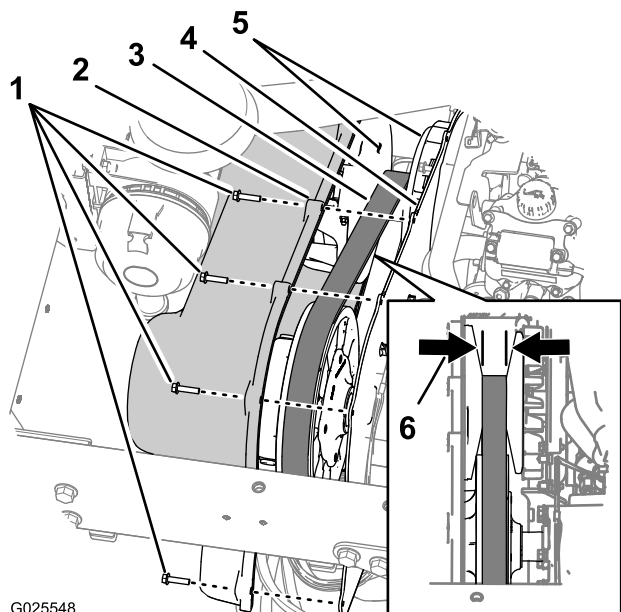

Figure 73
1. Retirez les 9 boulons à embase hexagonale (1/4 x 1 po) qui fixent le couvercle de la transmission à la plaque de montage (Figure 73).
2. Avancez le couvercle jusqu'à ce que la courroie d'entraînement soit visible (Figure 73).
3. Contrôlez l'état des faces coniques de l'embrayage primaire (Figure 73).
4. Vérifiez si des crans de la courroie d'entraînement sont manquants ou endommagés (Figure 73).
5. Mesurez et notez la largeur de la courroie (Figure 73).
Remarque: Si la largeur de la courroie est égale ou inférieure à 29,5 mm, remplacez la courroie (Figure 73).
6. Alignez les trous du couvercle de la transmission sur ceux de la plaque de montage (Figure 73).
7. Fixez le couvercle à la plaque de montage (Figure 73) au moyen des 9 boulons à embase hexagonale (1/4 x